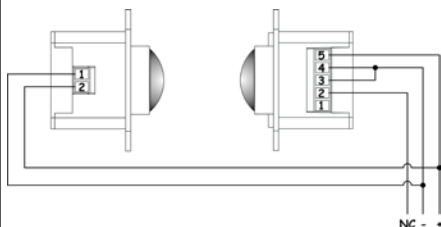

Fig. 9
- Una coppia di fotocellule come sicurezza (fig. 9).